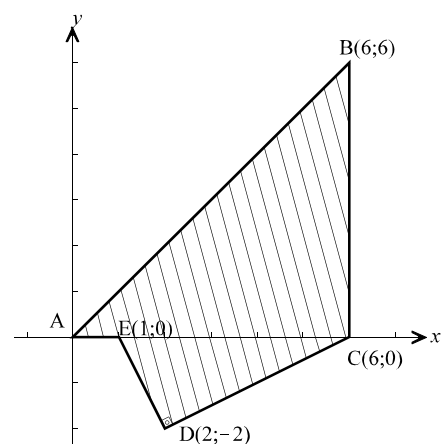

Figura 3
3) El cuerpo elástico de la figura 3 está sometido a un estado de deformación plana definido por las siguientes deformaciones principales: